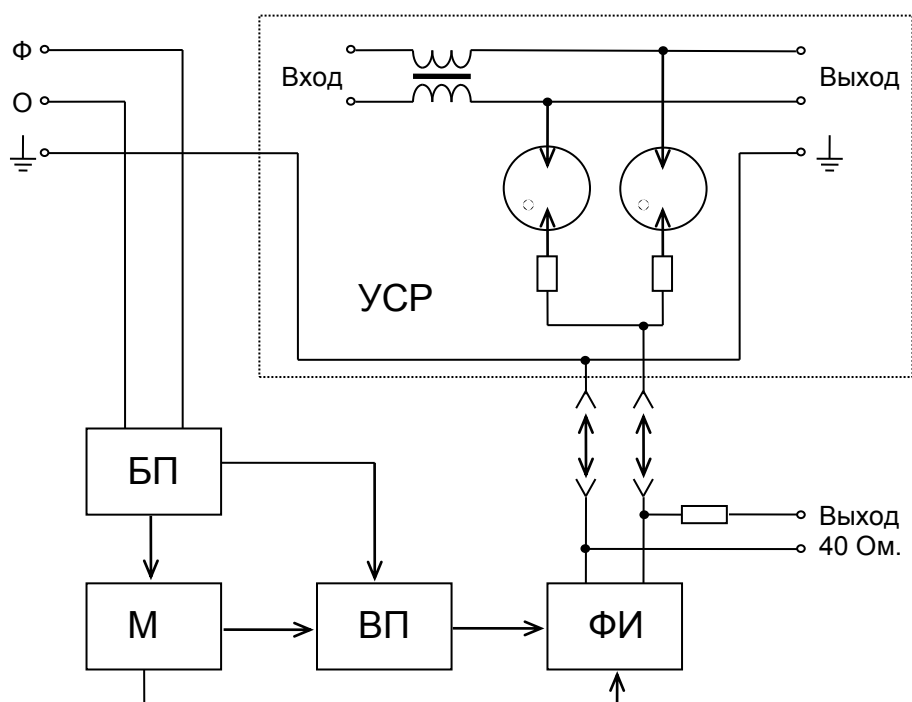

Рис.1 Структурная схема испытательного генератора ИГМ 4.2
4.1 Структурная схема испытательного генератора ИГМ 4.2 представлена на **рис.1**.